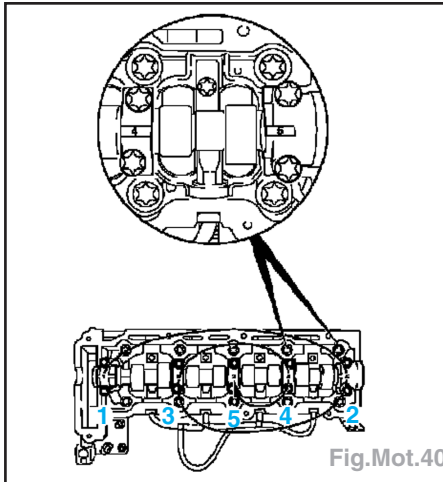

Fig.Mot.41
- Dévisser les chapeaux de palier d'arbre à cames d'un 1/2 à 1 tour en spirale, dans l'ordre représenté depuis l'extérieur vers l'intérieur (Fig.Mot.41).